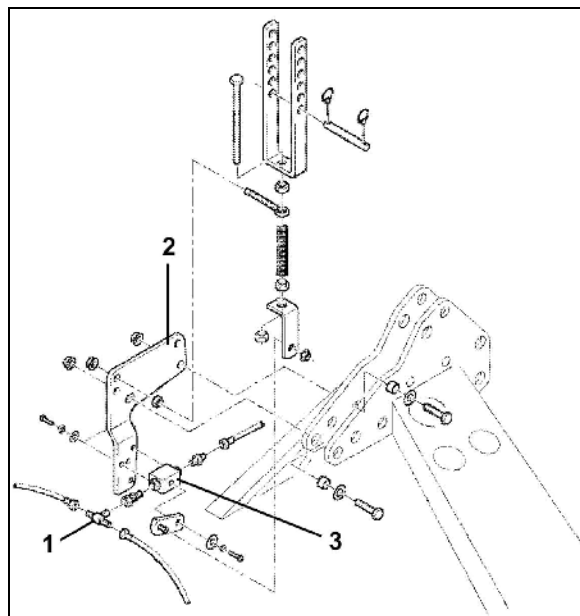

Fig. 69
3. Sobald die Hydraulikanlage drucklos ist, Hydraulikschlauch am T-Anschlussstück (Fig. 69/1) auseinander schrauben.
4. Ventilhalter (Fig. 69/2) am oberen Anlenkpunkt der Bodenbearbeitungsmaschine anschrauben.
5. Hydraulikschläuche am Ventil (Fig. 69/3) anschrauben und den Hydraulikschlauch zum Traktor verlegen und an ein einfach wirkendes Steuerventil anschließen.